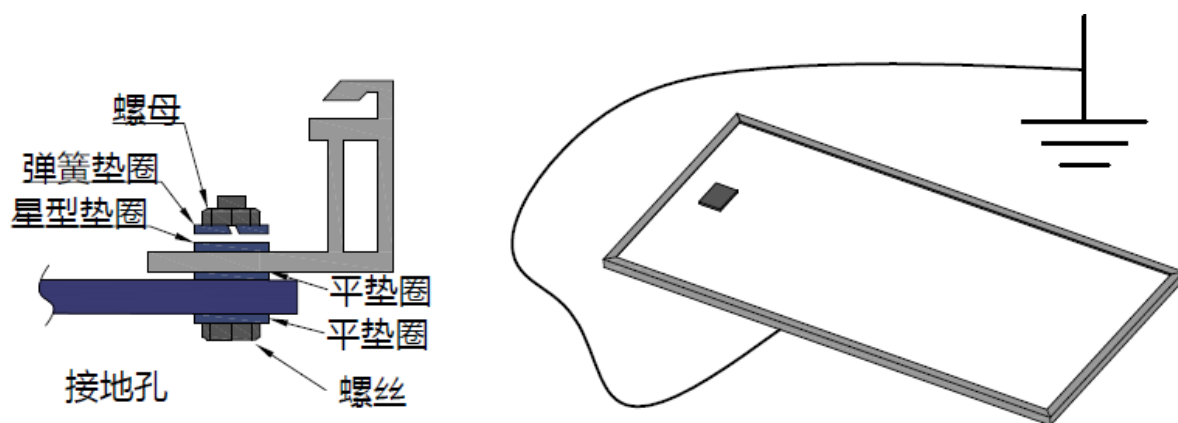

图11：接地图
- 按照国际或当地的电气法规规定确保所有组件铝合金边框和支架都有接地，使用预留的孔和硬件连接接地，注意在地线与组件边框之间需使用不锈钢星形垫片（看下图11）：此垫片用于避免不同属性金属接触而导致的腐蚀现象，并拧紧螺丝。下图为接地示意固定方式，用户可根据组件安装商建议自行选择接地方案。